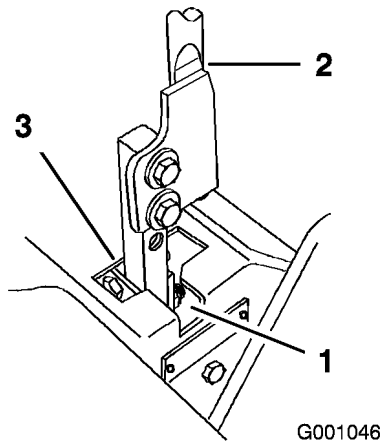

Bild 64
5. Schieben Sie den Hebel in die neutrale, jedoch nicht gesperrte Stellung (Bild 64).
6. Ziehen Sie den Hebel zurück, bis der Lastösenbolzen (am Arm unterhalb des Gelenkschafts) das Schlitzende berührt (und soeben Druck auf die Feder ausübt) (Bild 64).
7. Prüfen Sie, ob der Fahrtriebshebel relativ zur Kerbe im Armaturenbrett ist (Bild 64). Er sollte zentriert sein, sodass der Hebel nach außen in die gesperrte Neutralstellung gedreht werden kann.